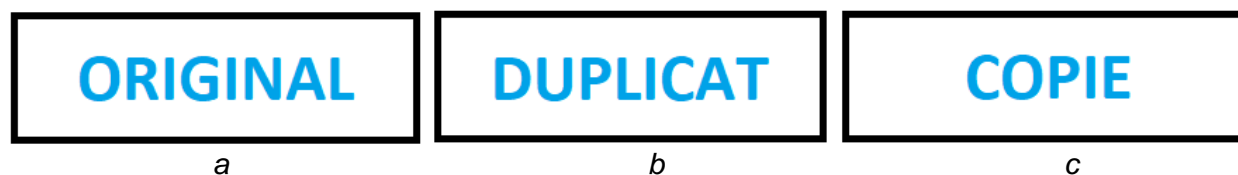

Рис. 1.22 Надписи, наносимые на чертежи в зависимости от значения
- *оригинальный чертеж*, который представляет собой чертеж в оригинале (основной документ), несущий законные подписи, может быть выполнен карандашом, тушью, в палитре и служит для размножения (рисунок 1.22, а);
- *дубликат чертежа*, который представляет собой документ, идентичный документу, использованному для его выполнения, полученный путем его копирования. Дубликат чертежа служит для размножения и выполняется на основе оригинального чертежа (рисунок 1.22, б);
- *копия*, которая представляет собой чертеж, воспроизведенный различными системами размножения базового чертежа (оригинальный чертеж, дубликат чертежа), для текущего использования (рисунок 1.22, в).